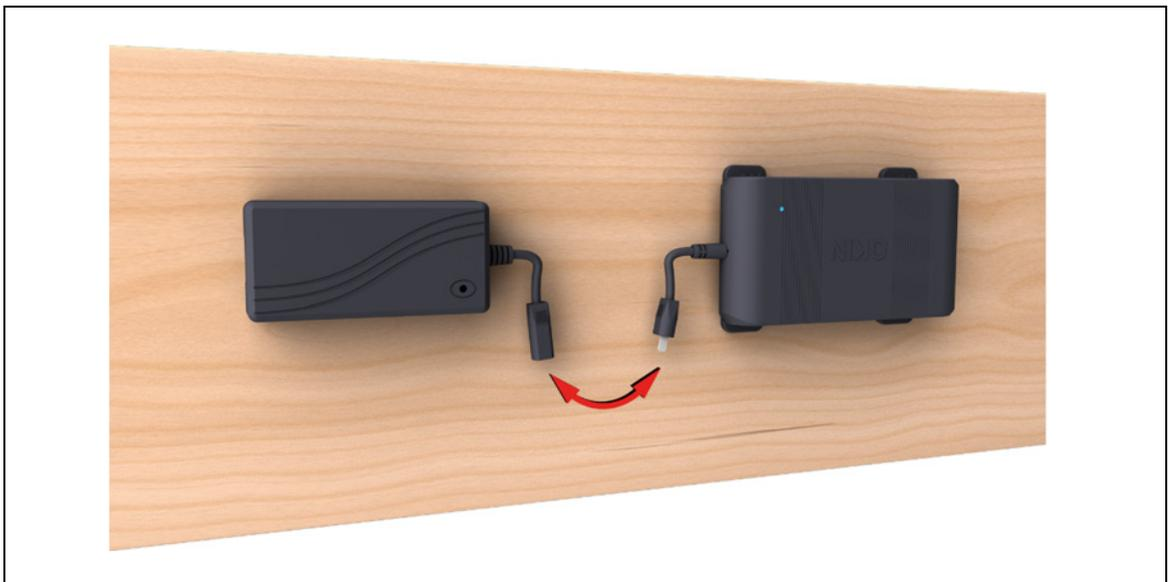

Abbildung 9 Beispiel: Anschluss der CU165 an das POWER SUPPLY PD22
- 1 Schließen Sie die CU165 an das externe DewertOkin POWER SUPPLY PD22, wie in Abbildung 9 gezeigt.